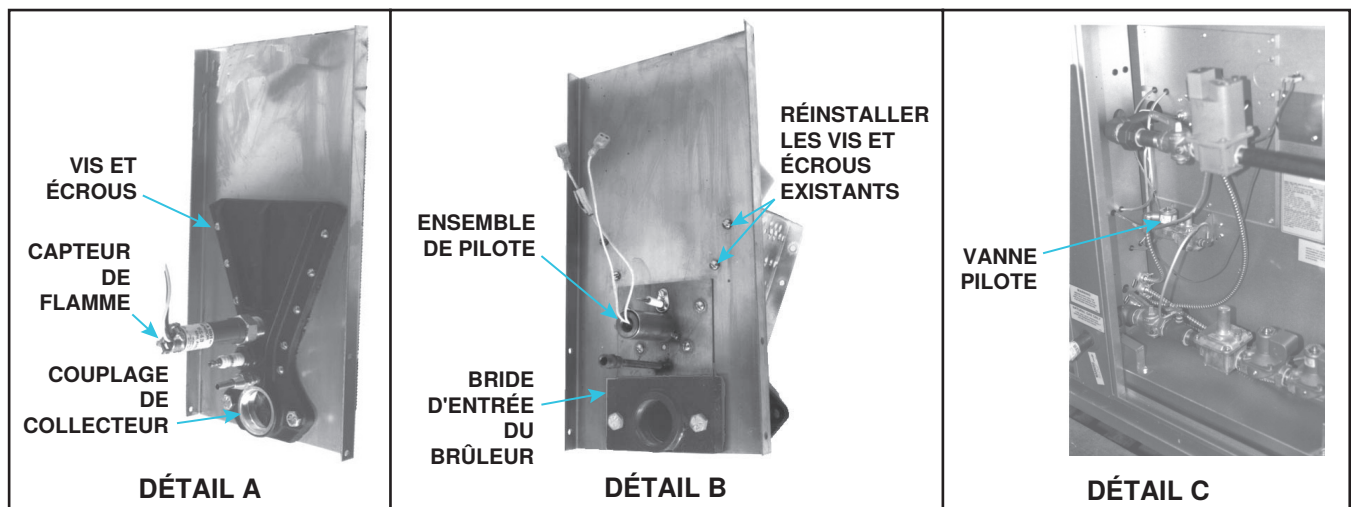

Figure 58. Remplacement des composants du compartiment du brûleur
- b. Retirez les deux vis qui fixent le collecteur à la plaque d'extrémité du brûleur en fonte existante (voir Figure 58, DÉTAIL A). Débranchez le collecteur de la plaque d'extrémité du brûleur au raccord et le tube pilote du pilote.
- c. Retirer le capteur de flamme (voir Figure 58, DÉTAIL A).
- d. Retirez et conservez dix vis et écrous (voir Figure 58, DÉTAIL A) qui fixent la ou les plaques d'extrémité existantes au brûleur. Retirez l'ensemble complet de la plaque d'extrémité—incluant la plaque de bout en acier inoxydable, le cas échéant—avec l'ensemble pilote existant.
- e. Placez la plaque d'extrémité de remplacement sur l'extrémité du brûleur et fixez-la à l'aide de deux vis et écrous existants tel qu'illustré à la Figure 58, DÉTAIL B.
- f. Fixez la bride d'entrée du brûleur à l'aide de vis à tête cylindrique, d'écrous hex et de pâte de graphite du kit tel qu'illustré à la Figure 58, DÉTAIL B. Serrez fermement.
- g. Fixez l'ensemble pilote de remplacement à la plaque d'extrémité et au brûleur tel qu'illustré à la Figure 58, DÉTAIL B. Serrez fermement.
- h. Branchez le tube pilote à la vanne pilote (voir Figure 58, DÉTAIL C) et à l'ensemble pilote.